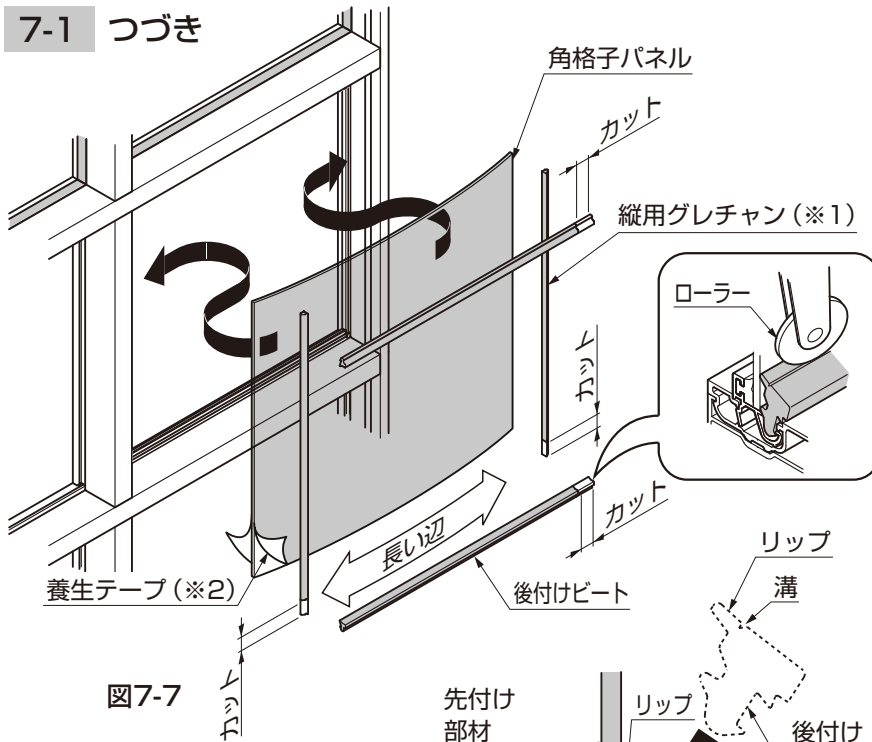

図7-7
- ③角格子パネルの養生テープ(※2)をはがしてください。
- ④角格子パネルを角格子にはめ込んで、先付け部材に乗っていることを確認(※3)してください。(図7-7、図7-9参照)